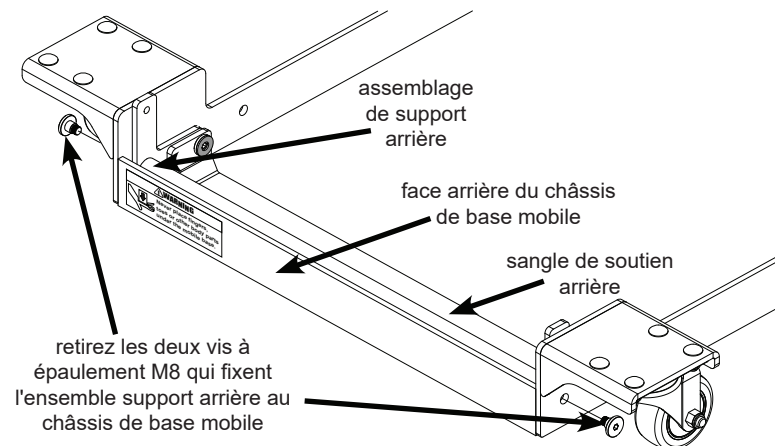

Fig. 3
3. Vous devez maintenant déplacer la sangle de support arrière vers l'avant pour pouvoir loger la plus scie de cabinet pour scie de cabinet professionnelle. Commencez par retirer les deux vis à épaulement M8 servant à fixer le support arrière au châssis de la base mobile avec une clé hexagonale de 5 mm, comme indiqué sur la fig. 3. Le support arrière sera utilisé à l'étape suivante, mais vous pouvez jeter les deux vis à épaulement M8.